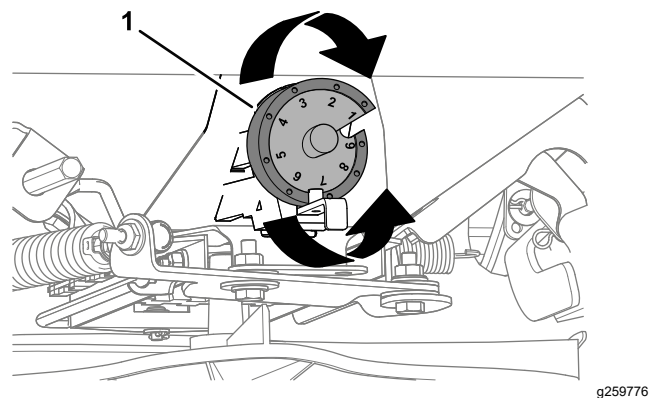

Figure 25
- Tournez la came de dosage (Figure 25) à la position de réglage déterminée à l'opération 4.